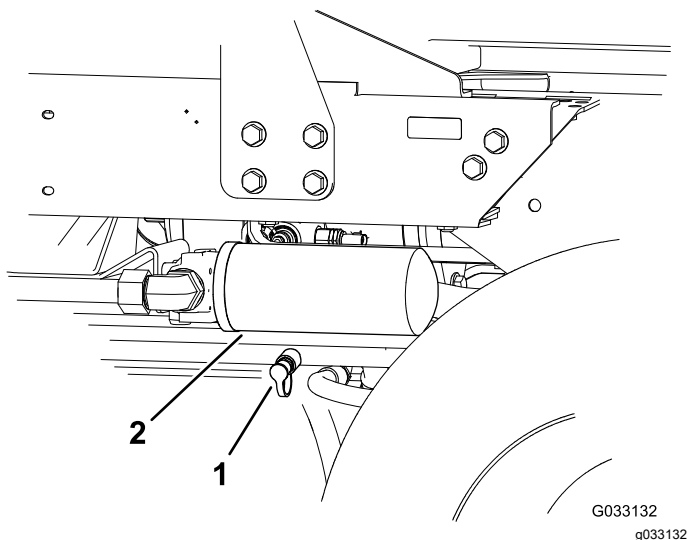

Figura 42
2. Conecte una manguera hidráulica entre el acoplamiento diagnóstico del colector de tracción trasera, y el punto de prueba de presión de tracción en marcha atrás (Figura 42).